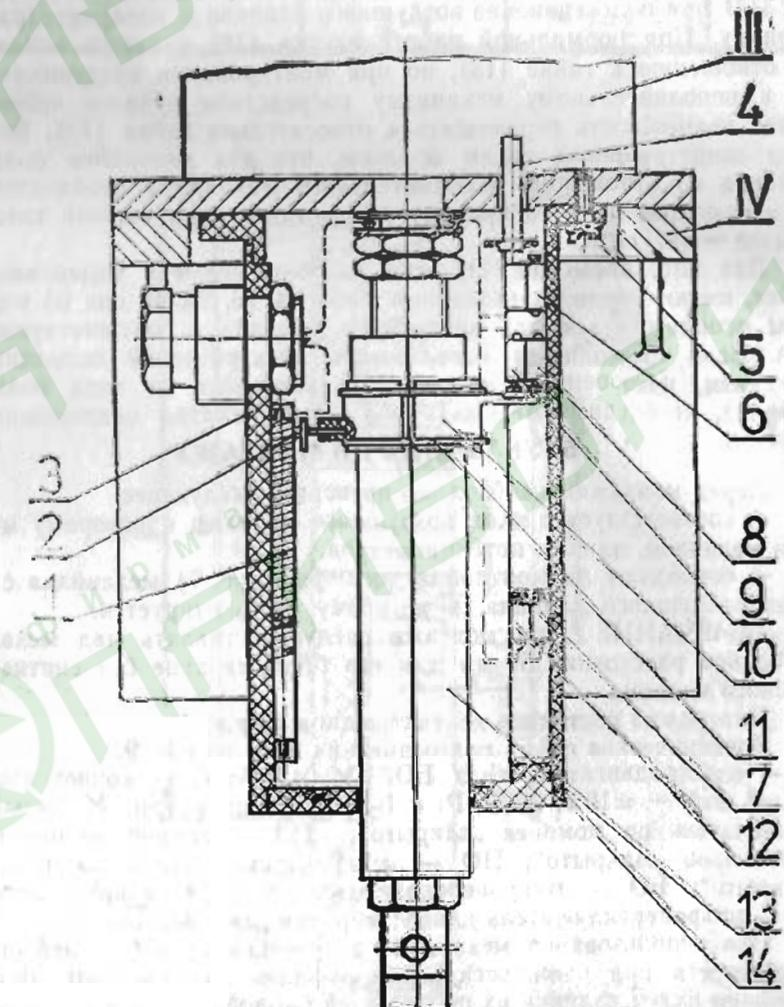

Рис.3
того блока (20). При достижении определенного усилия, в следовательно, и определенного вращательного момента, зубчатый блок (20), поддерживаемый в осевом направлении пружиной (22), перемещается вниз. При постижении определенного положения зубчатого блока (20) с помощью рычага (25) и конечного выключателя (6) (рис. 3) прекращается подача напряжения к электрическому двигателю для вращения в одном направлении.
4.4. Стойка (IV) служит для прикрепления исполнительного механизма к воздушному клапану. Она прикреплена к нему 4 болтами M8, а к исполнительному механизму с помощью трех болтов M8.
Передвижение ползуна реахорда (2) (рис. 3), а также прижим четырех конечных выключателей (8-БО), (9-ПО), (7-БЗ) и (12-ПЗ) осуществляется с помощью втулки (10).
Втулка (10) состоит из двух частей прижатых к гайке (13) с помощью петжины (11). Специальная форма втулки (10) (рис. 3) обеспечивает срабатывание конечных выключателей блокировки (8) и (7) за несколько секунд до достижение крайних положений воздушного клапана. Это время незначительно и зависит от скорости передвижения выходного органа механизма.
| 6. Нет сигнала с потенциометра | — Прервана цепь между ползуном (2) (рис. 3) и потенциометром (1). | — Необходимо снять крышку (3) (рис. 3) и поменять поверхность потенциометра и цепь (2) (рис. 3). | |